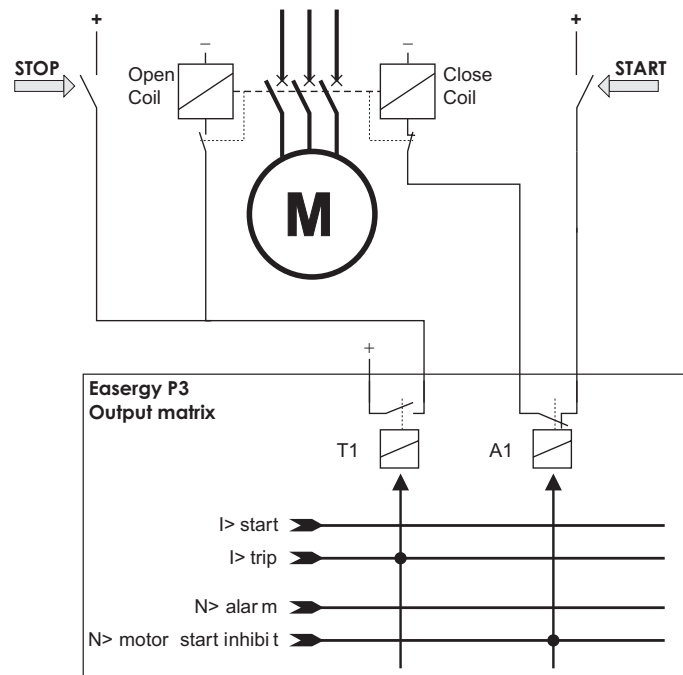

Рисунок 5.55: Применение защиты для блокировки пуска с использованием N> ступени
Рисунок 5.55 показывает применение защиты для блокировки пуска с использованием N> ступени. Катушка включения подключена через нормально закрытый (NC) контакт выходного реле A1, которое управляется сигналом блокировки N>. Если сигнал блокировки N> активен, включение выключателя невозможно.